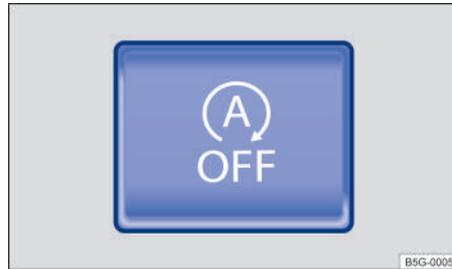

Fig. 94 En la parte superior de la consola central: tecla del sistema Start-Stop.
- Presione la tecla  en la consola central → fig. 94 O en la pantalla de la radio para desactivar el sistema manualmente.
- Presione la tecla  en la consola central → fig. 94 O en la pantalla de la radio nuevamente para activar el sistema manualmente.